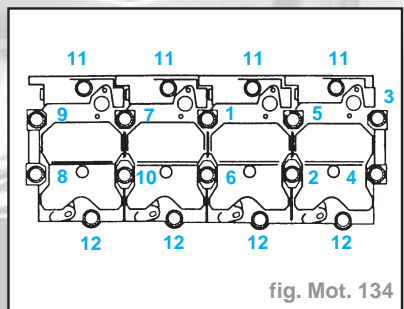

fig. Mot. 134
- Serrer les vis de culasse comme suit (fig. Mot. 134) :